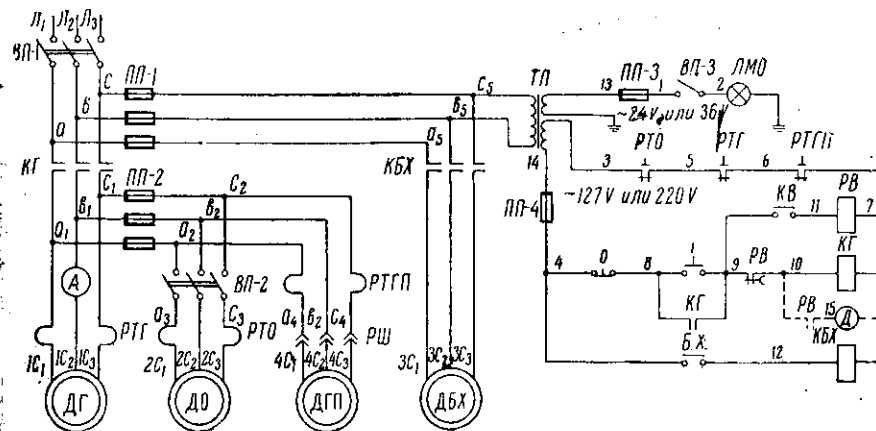

Рис. 19. Принципиальная электросхема станка
2. Принципиальная электросхема	рис. 19
Перед началом работы станка необходимо электрическую его часть подключить к цеховой сети посредством пакетного выключателя ВП-1 (см. рис. 19). Пуск главного электродвигателя осуществляется нажатием кнопки «Пуск» (8—9), которая замыкает цепь катушки контактора КГ (7—10).
В станках тропического исполнения ставится моторное реле времени. Дополнения в принципиальной электросхеме, связанные с моторным реле, показаны пунктиром (см. рис. 19). В среднем положении рукоятки фрикциона нормально открытым контактом конечного выключателя *КВ* (9—11) включается электромагнит реле времени *РВ* (7—11), якорь которого через систему рычагов замыкает НО контакт *РВ* (10—15). При этом включается синхронный микродвигатель реле времени *Д* (7—15), который через редуктор и систему валика с кулачком размыкает НЗ контакт *РВ* (9—10) с установленной выдержкой времени и отключает главный электродвигатель.